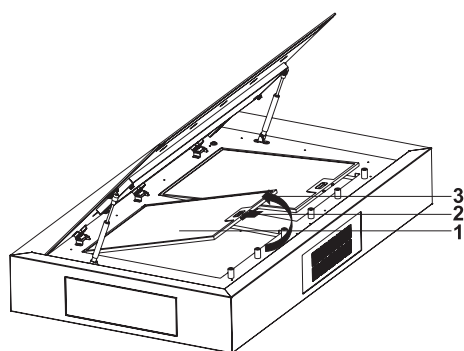

Abb. 7
2. Öffnen Sie das Schloss des Metallfettfilters(Abb. 7/ 2) und entfernen Sie den Metallfettfilter, indem Sie ihn nach oben ziehen (Abb. 7/ 3)